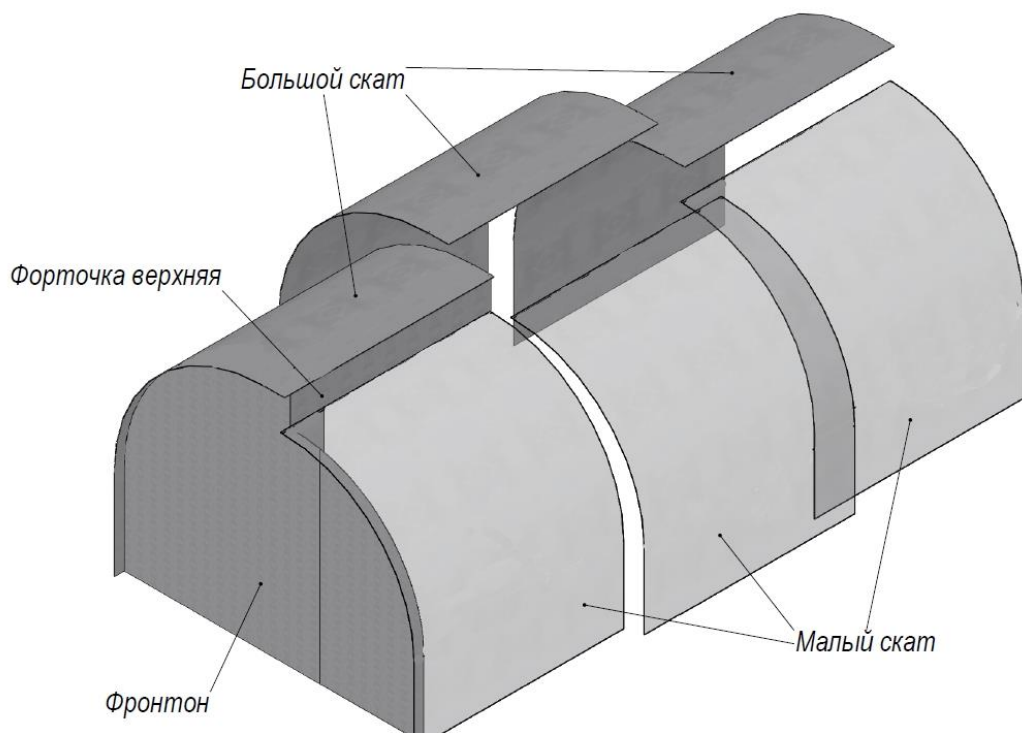

Рис.3 Схема укрытия поликарбоната
4. Укройте большой скат каркаса нарезанными листами поликарбоната (схема для теплицы 3х6 – на Рис.3). Прикрепите поликарбонат к фронтонам и дугам саморезами (поз.18) с шагом 300-500 мм. Нижние и верхние торцы закрыть перфорированной лентой или скотчем.
5. Аналогично по схеме (Рис. 3) укройте малый скат каркаса, верхний торец поликарбоната заводиться под верхние форточки и крепиться саморезами с внутренней стороны теплицы к форточкам (поз.8 и 9). Далее закрепите поликарбонат к фронтонам и дугам саморезами (поз.18) с шагом 300-500 мм. Верхние торцы листов рекомендуется закрыть П-образным резиновым уплотнителем, а нижние торцы закрыть перфорированной лентой или скотчем.